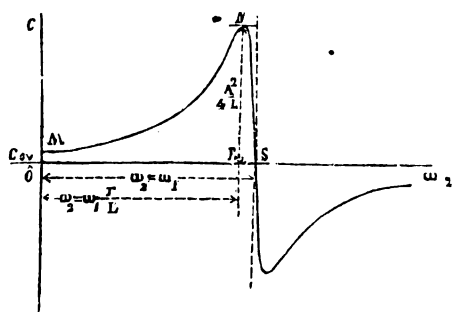

Fig. 5.
1) Siano dapprima invariabili le costanti dell'armatura e del campo, cioè:  $r, L, A, \omega_1$  e supponiamo di far variare la velocità  $\omega_2$  della spira. Prendendo  $C$  ed  $\omega_2$  come coordinate correnti, l'equazione (17) ci rappresenta una cubica avente per assintoto l'asse delle  $x$  (fig. 5).